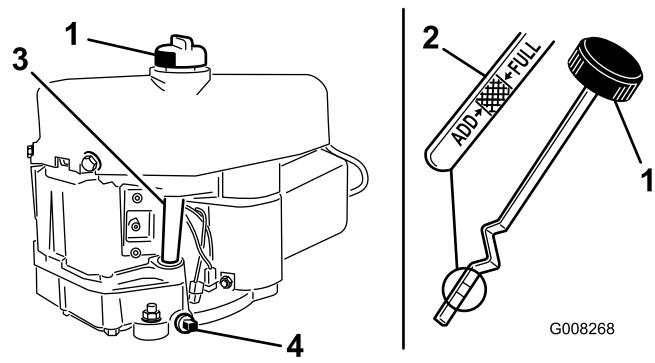

Figura 23
- Limpie alrededor de la varilla (Figura 23) para impedir que caiga suciedad por el orificio de llenado y cause daños en el motor.
- Desenrosque la varilla y límpie el extremo metálico (Figura 23).
- Enrosque la varilla de aceite a fondo en el tubo de llenado (Figura 23).
- Retire el tapón de vaciado de aceite para que se vacíe el aceite (Figura 23).
- Limpie alrededor de la varilla y desenrosque el tapón (Figura 23).
- Vierta lentamente aproximadamente un 80% del aceite de motor por el tubo de llenado (Figura 23).